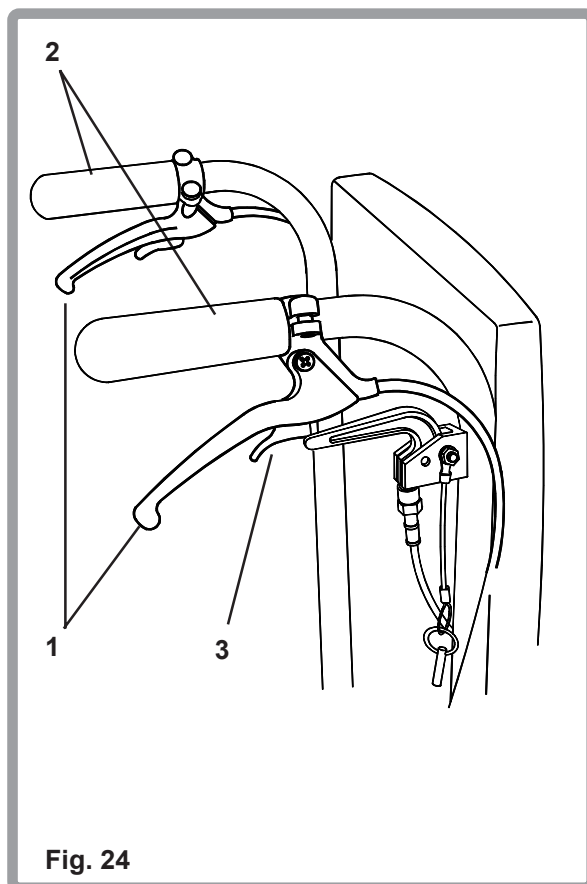

Fig. 24
Las sillas de ruedas Zippie TS y Quickie TS se pueden equipar con frenos de tambor (Fig. 24) para las ruedas traseras, cuyo funcionamiento es similar al de los frenos de una bicicleta. Para aplicar los frenos tire suavemente de ambas palancas (1) hacia las empuñaduras (2) ubicados en los manillares. Para bloquear las ruedas, tire de las palancas hasta que las pequeñas palancas de liberación (3) queden bloqueadas en posición. Para desbloquear las ruedas, tire de las palancas de los frenos (1) y de las palancas de liberación (2) hacia los manillares y, manteniendo presionadas las palancas de liberación, suelte las palancas de los frenos.